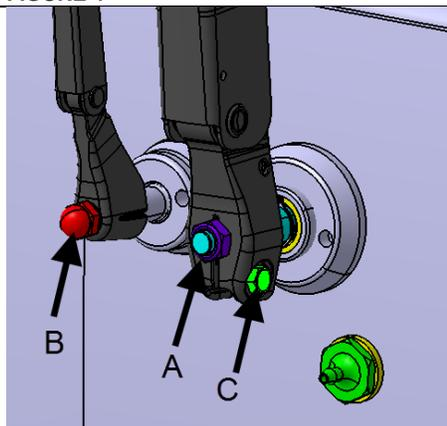

FIGURE 5
4. Desserrer l'écrou C puis dévisser les écrous A & B (FIGURE 5).